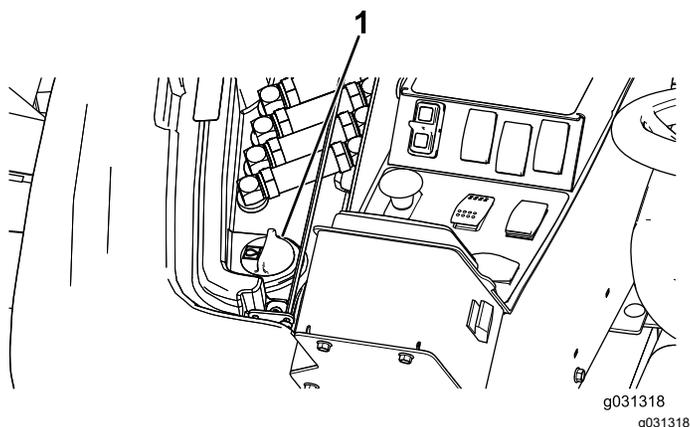

Bild 130
2. Heben Sie rechts an der Maschine die Abdeckung an, um den Hydraulikbehälterdeckel frei zu legen (Bild 130).
3. Reinigen Sie den Bereich um den Füllstutzen und den Deckel des Hydraulikölbehälters (Bild 130).